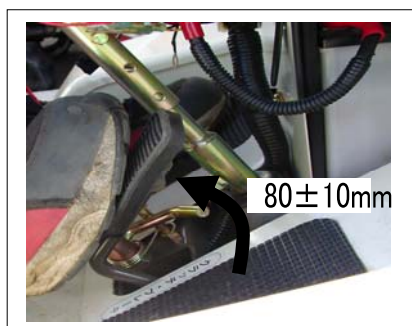

図 1
- ① 図 1 を参考にクラッチブレーキペダルをロックレバーで固定した状態から、ロックレバーを解除し、ゆっくりとクラッチをつないでいきます。
- ② 本機が動き始めたときのペダル位置が、固定した状態から $80 \pm 10\text{mm}$ 位置でつながるのが標準です。〈図 1 参照〉